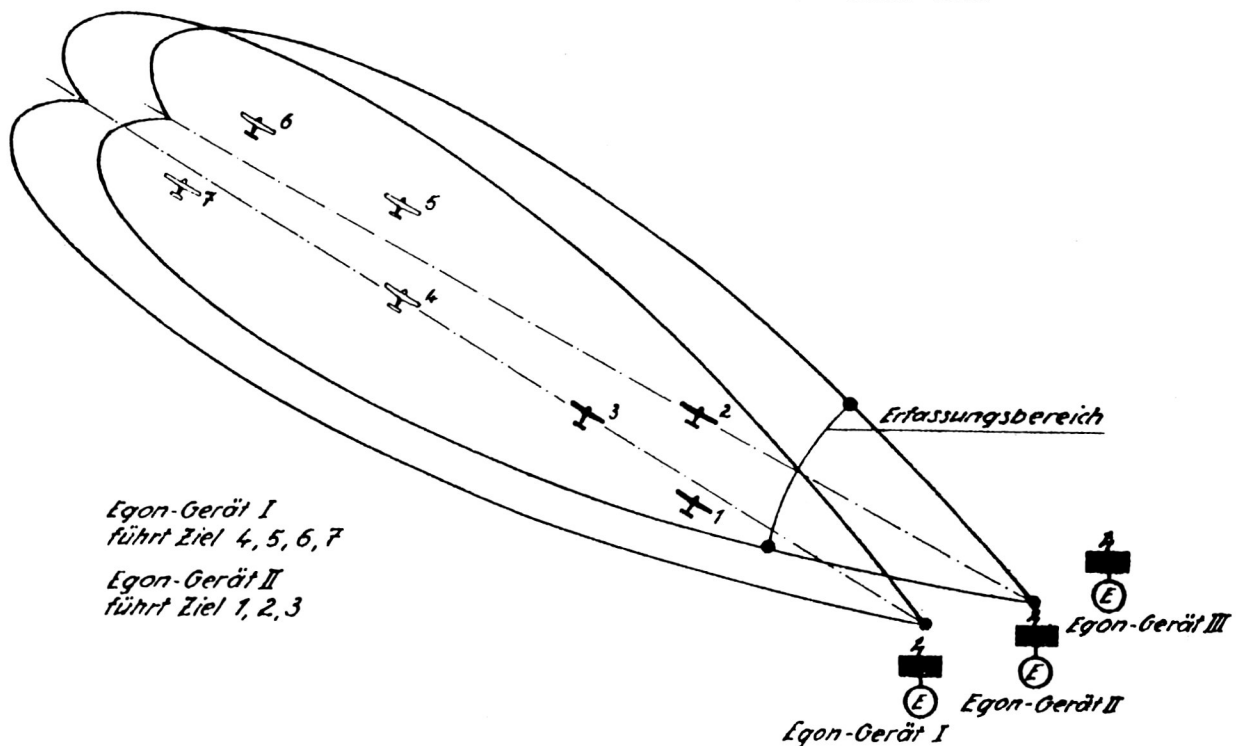

Abb. 13
b) Befinden sich in etwa derselben Meßrichtung mehrere in der Entfernung gestaffelte Egon-Jäger, so ist ein Egon-Gerät nicht mehr in der Lage, die Ziele der Reihe nach verzugsfrei anzumessen und zu melden. Es muß dann eine **Verteilung** der Ziele auf weitere Geräte der Jägerleitstellung erfolgen (Abb. 13).